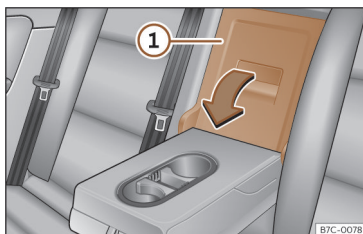

Fig. 172 Dans le dossier de la banquette arrière : ouverture de la trappe de chargement.
- Tirer sur le levier de déverrouillage dans le sens de la flèche et rabattez complètement le couvercle de la trappe de chargement >>> **fig. 172** ① vers l'avant.